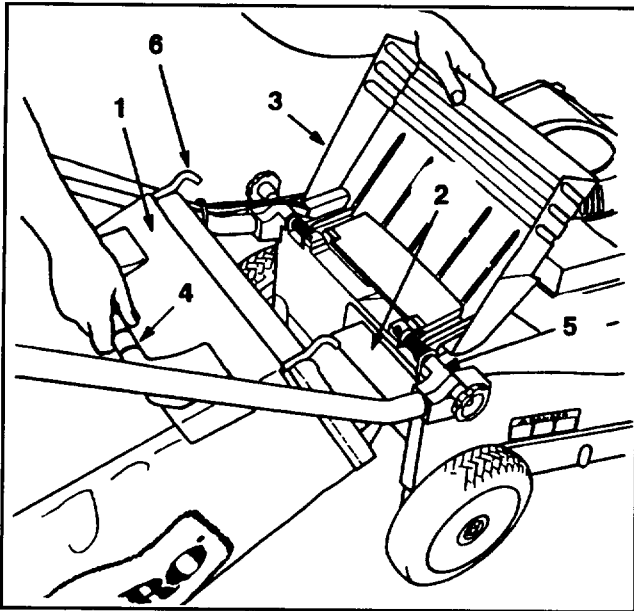
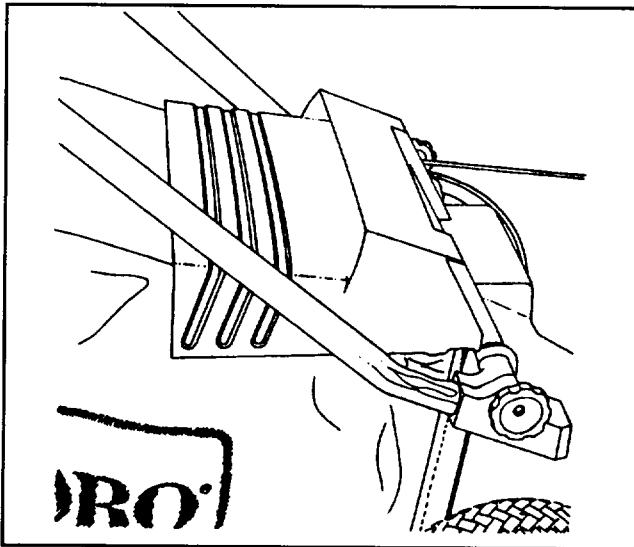

Abbildung 12
Abbildung 13
2. **MONTAGE DES SACKS**—Die Auswurfklappe anheben, den Ansatz des Sacks in die Auswurföffnung schieben und den Sackrahmen auf den Haltebolzen am Gehäuse schieben (Abb. 12). Die Auswurfklappe soll auf der Oberseite des Sacks aufliegen (Abb. 13).